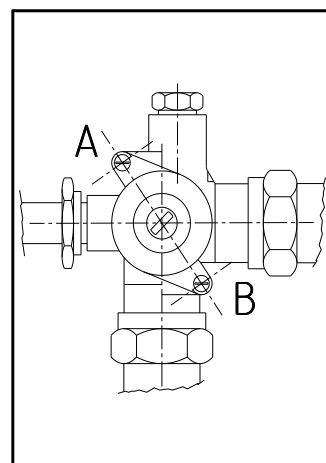

Fig. 3
4.1.- ENGRASE DE LAS VALVULAS DE GAS. (Fig. 3)